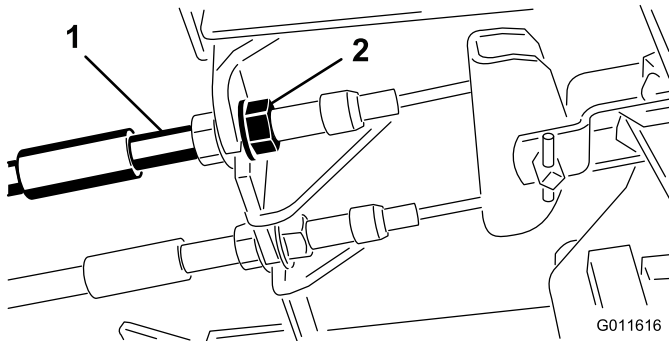

Figura 35
1. Para reducir la holgura de los pedales de freno, apriete los frenos aflojando la tuerca delantera del extremo roscado del cable de freno (Figura 35).